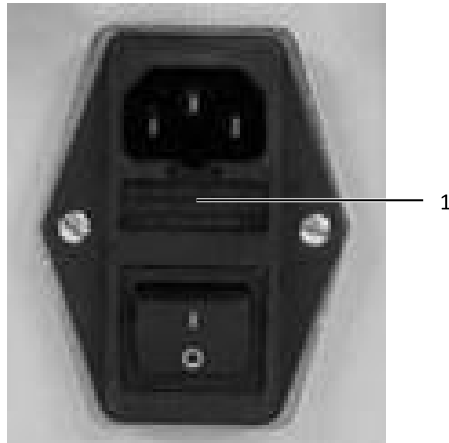

Fig. 27 : ouvrir le logement du fusible
- Retirer le logement du fusible (fig. 27, pos. 1) de l'unité filtre réseau à l'aide d'un tournevis plat.